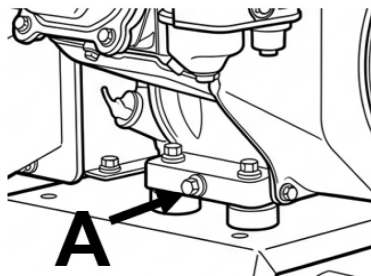

Рис. 26
3. Выкрутите сливной болт (Рис. 26. Поз. А)
- Замените масло в двигателе (Рис. 11, Рис.12, Рис. 26);